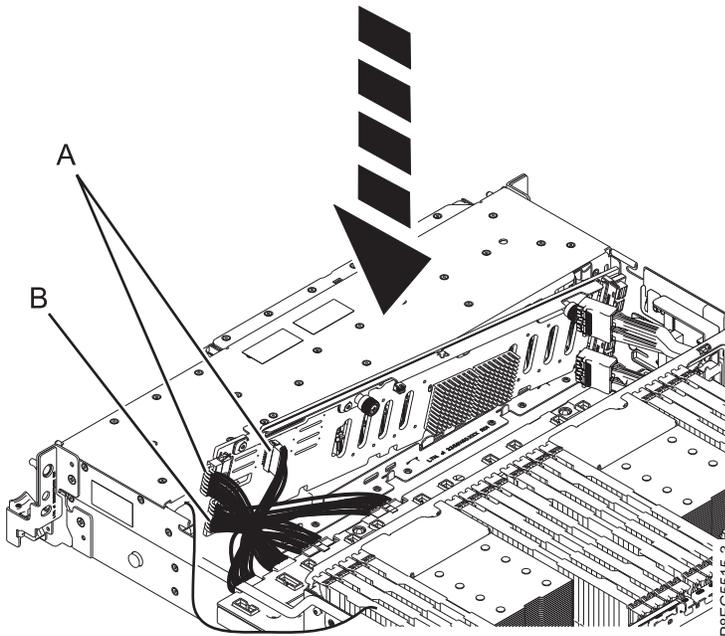

Abbildung 18. Erneutes Anschließen der Netzkabel, Signalkabel und Steuerkonsolenkabel
3. Schließen Sie das Y-Netzkabel (**B**) sowie die Signalkabel und die Steuerkonsolenkabel (**A**) wieder an die Plattenlaufwerksrückwandplatine an (siehe Abb. 18).